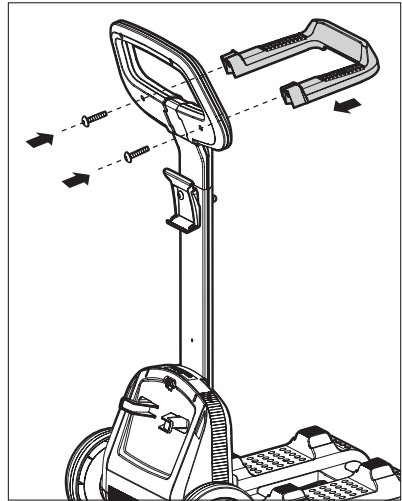

FIGURE 13
1. À l'aide des deux dernières vis cruciformes les plus courtes, fixez le support du câble d'alimentation à la poignée du chariot. Voir **Figure 13**.